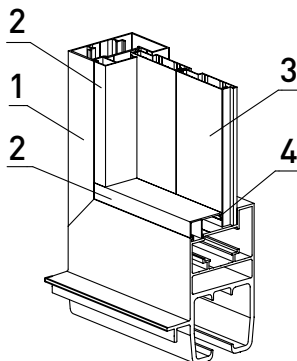

Рис. 38. Установка штапиков с уплотнителем **FRK12**:
1. По контуру установить штапики **2** совместно с уплотнителем **4** (*рис. 38*).